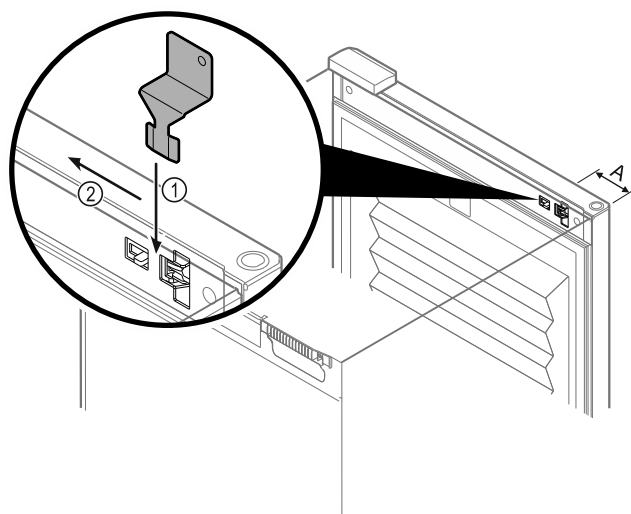

Fig. 228
- ▶ Positionner la clé de déverrouillage de secours à l'endroit indiqué Fig. 228 (A) ≈ 100 mm.
- ▶ Insérer par le haut et jusqu'au bout la clé de déverrouillage de secours entre la porte et le corps de l'appareil Fig. 228 (1).
- ▶ Tirer la clé de déverrouillage de secours en direction de la charnière Fig. 228 (2).